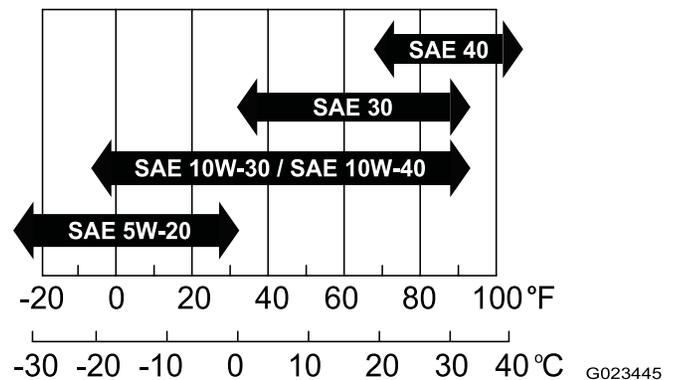

Bild 38
- **Viskosität:** SAE 30. In der folgenden Tabelle finden Sie andere Viskositäten (Bild 38):